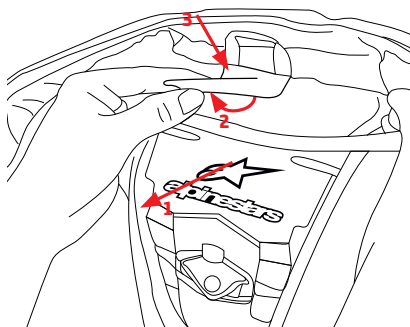
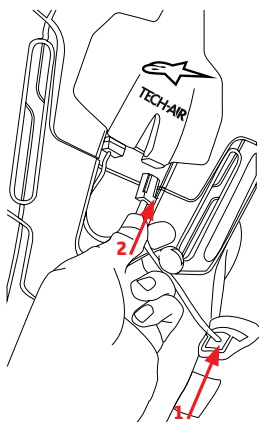

Figura 6
Figura 7
3. Desplegar la segunda solapa de Velcro (12) y fijar el Velcro collar en el chaleco (13) a esta nueva solapa, centrada correctamente (Figura 6).
4. Proceder fijando el velcro inferior del hombro (15) y velcro superior del hombro (14) a los parches correspondientes en el interior del forro de la chaqueta en ambos hombros
5. Quitar el conector de la pantalla LED del correspondiente bolsillo (17) y conectarlo a la toma gris (5) (Figura 7).
6. Activar el interruptor principal (8). Tenga en cuenta que el interruptor principal debe permanecer siempre encendido, excepto durante el transporte o almacenamiento
8. Utilizar las cremalleras amarillas del traje (10) y del chaleco (1) para ajustar el chaleco en el traje.